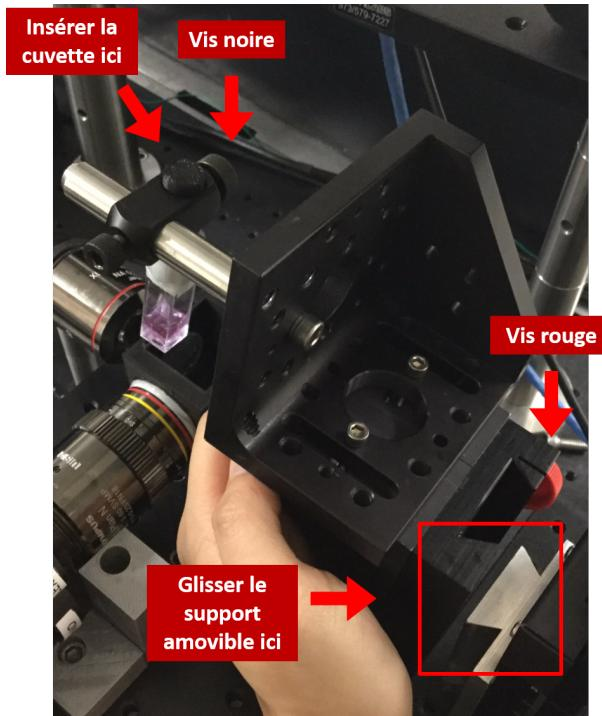

Figure 16 – Support amovible
4. Insérer cette cuvette dans le trou au bout du *support amovible* (voir figure 16). Serrer la *vis noire*.